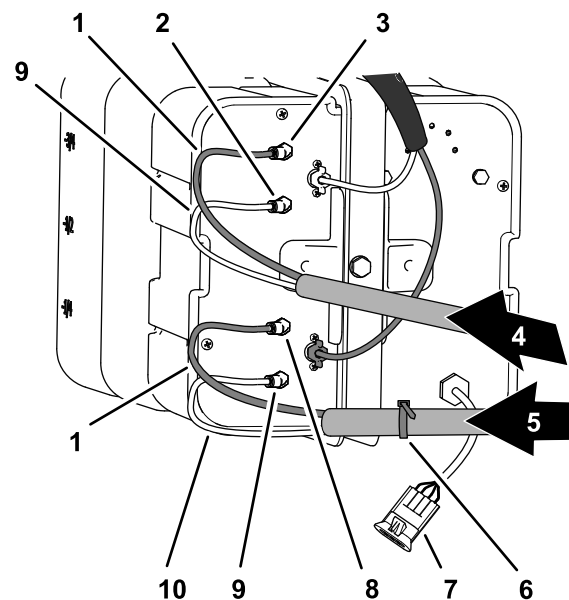
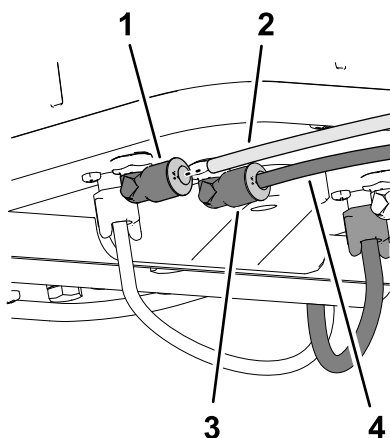

Figure 143
Figure 144
1. Acheminez les tubes de mousse de la rampe droite comme montré à la Figure 143.
2. Insérez le tube transparent dans le raccord d'air sur la plaque latérale du compresseur (Figure 143 et Figure 144).
3. Insérez le tube bleu dans le raccord de liquide sur la plaque latérale du compresseur (Figure 143 et Figure 144).
4. Acheminez les tubes de mousse de la rampe gauche comme montré à la Figure 143.
5. Insérez le tube transparent dans le raccord d'air sur la plaque latérale du compresseur (Figure 143 et Figure 144).
6. Insérez le tube bleu dans le raccord de liquide sur la plaque latérale du compresseur (Figure 143 et Figure 144).